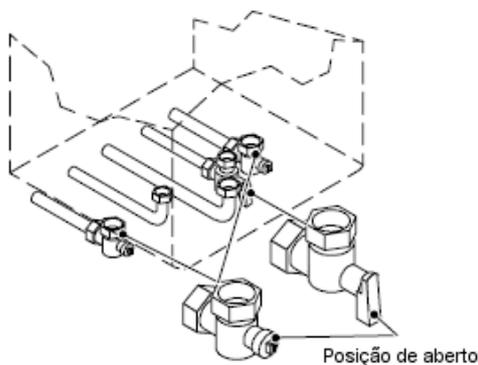

Fig. 2.1. Vista pelo lado inferior
- Os passadores da caldeira devem estar abertos (fig. 2.1.).